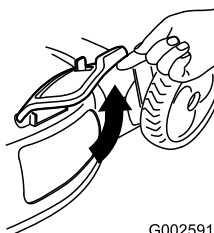

Figura 24
- Levante la puerta de descarga lateral (Figura 24).